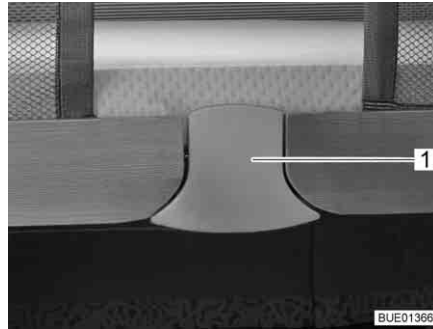

Fig. 112 Déverrouillage
- Retirer le verrouillage inférieur (Fig. 112,1). Le dispositif de verrouillage est alors débloqué.